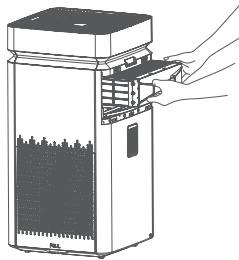

Fig. 4
2. Spegnere l'apparecchiatura, aprire il pannello posteriore ed estrarre i filtri lamellari (Fig 4).